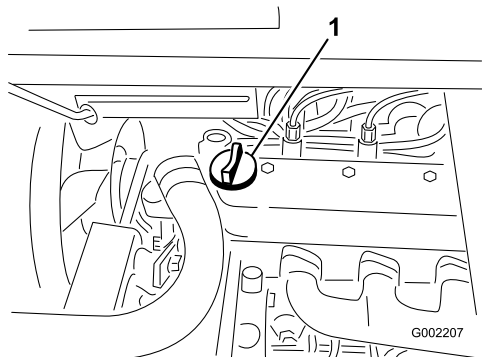

Bild 40
3. Wenn der Ölstand niedrig ist, nehmen Sie den Deckel des Einfüllstutzens von der Ventilabdeckung ab (Bild 40) und füllen Sie Öl auf, bis der Ölstand die Vollmarke am Peilstab erreicht. Angaben zur richtigen Ölsorte und zur Viskosität finden Sie unter „Warten des Motoröls“. Gießen Sie Öl langsam ein und prüfen Sie den Ölstand häufig während des Füllens. Füllen Sie nicht zu viel ein.